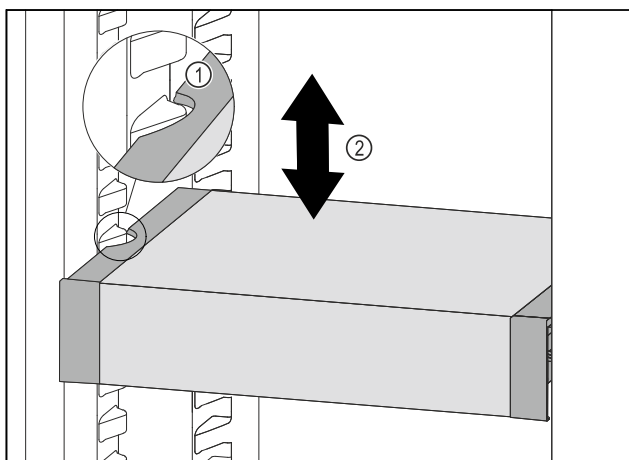

Fig. 137
- VarioSafe vucite prema naprijed sve dok se bočni otvori VarioSafe ladice ne nađu na visini žlijeba spremnika u hladnjaku. Fig. 137 (1)
- Pomičite ladicu VarioSafe u hladnjaku prema gore ili dolje sve dok ne dosegnete željenu visinu. Fig. 137 (2)